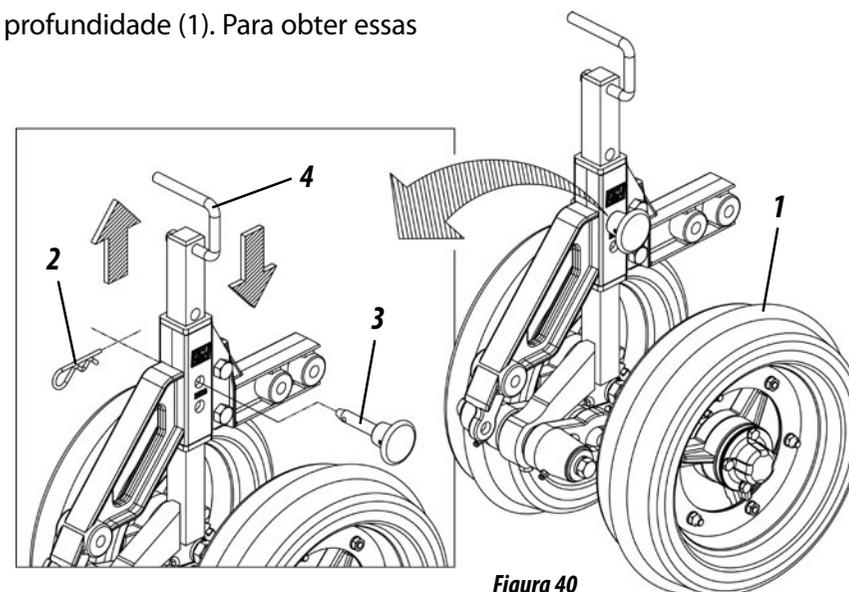

Figura 40
**REGULAGEM DA RODA PROFUNDIDADE EXCÊNTRICA OSCILANTE - OPCIONAL ( FIGURA 40 )**